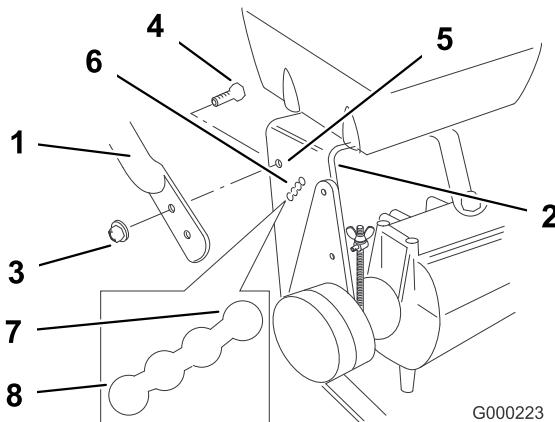

Figura 3
1. Alinee el manillar con los taladros de montaje superiores del bastidor trasero (Figura 3).
2. Fije el manillar en cada taladro de montaje superior con un perno de arandela prensada (3/8 x 1 inch) y una tuerca de arandela prensada (3/8 inch)(Figura 3).
3. Seleccione la posición baja para el taladro de montaje inferior (Figura 3).
4. Fije el manillar en cada taladro de montaje inferior con un perno de arandela prensada (3/8 x 1 inch) y una tuerca de arandela prensada (3/8 inch)(Figura 3).